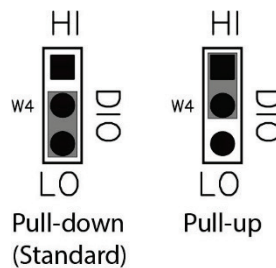

Abbildung 7. Konfiguration der Pull-up-/Pull-down-Brücke
- Die **DIO**-Brücke für Pull-up oder Pull-down konfigurieren, siehe Abbildung 7.